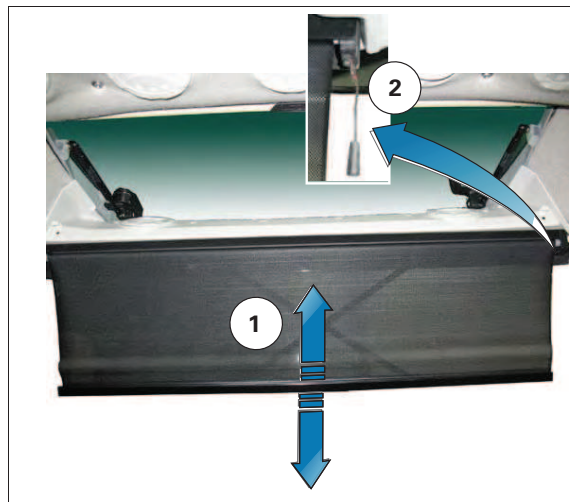

Fig. 35.
Para cambiar su posición, tire del parasol (1) hacia abajo hasta alcanzar la posición que desee *fig. 35*. Tire del cordón (2) para subir el parasol.